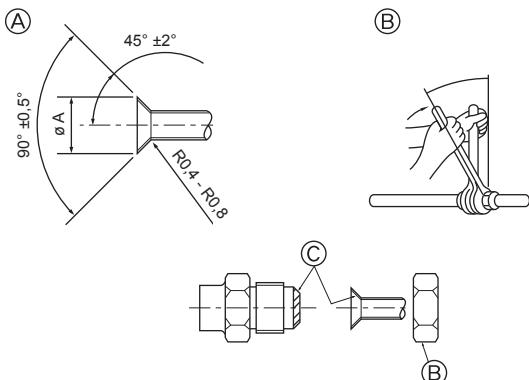

Fig. 3-2
3.2. Anslutningsrör (Fig. 3-2)